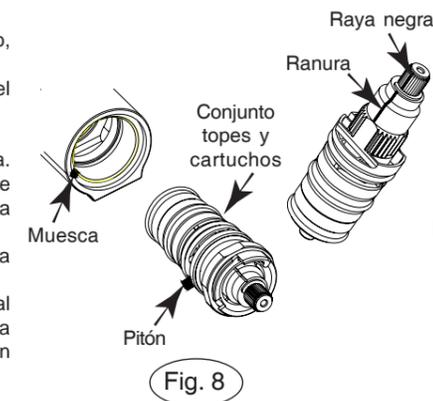

Fig. 8
- Ajustar el cartucho y los topes en el cuerpo, ajustando el pitón en la muesca (fig. 8)
- Asegurarse que la raya negra está correctamente alineada con la ranura (fig.8).